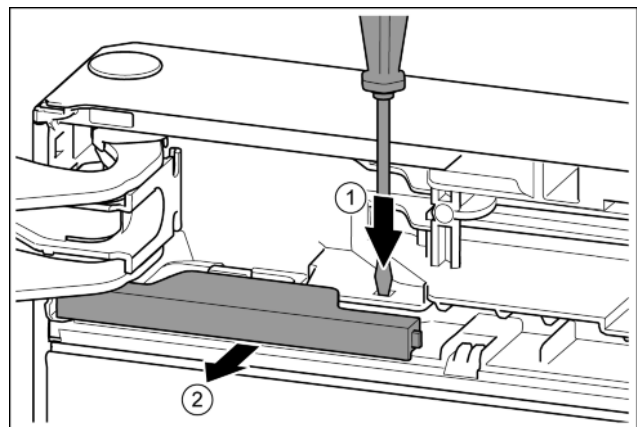

Fig. 11
► Нажать накладку шлицевой отверткой. Fig. 11 (1)
► Вынуть крышку из зацепления. Fig. 11 (2)